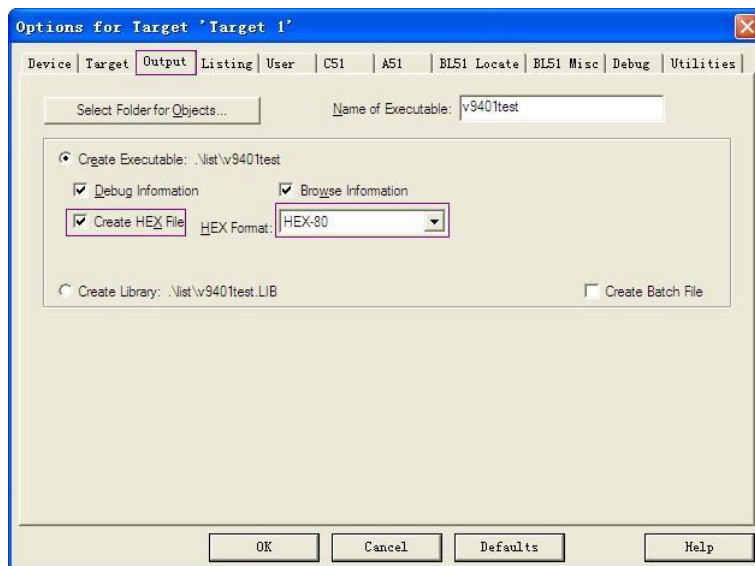

图 3 设置 Output 选项卡
5.2 在 **Output** 选项卡中如图 3 进行设置;